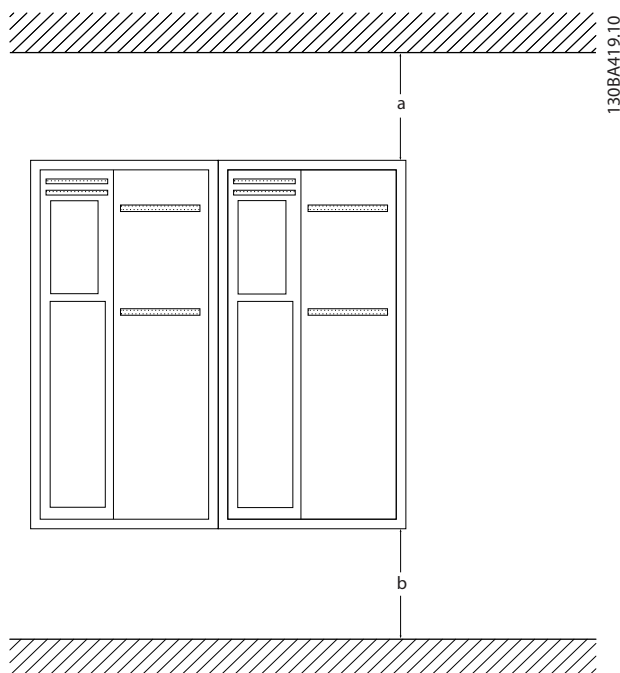

Рисунок 2.1 Свободное пространство для охлаждения верхней и нижней части устройства
- В верхней и нижней части преобразователя следует оставить доступ воздуху для охлаждения. Обычно зазор должен составлять 100–225 мм. Требования к зазорам для циркуляции воздуха см. в Рисунок 2.1 for clearance requirements